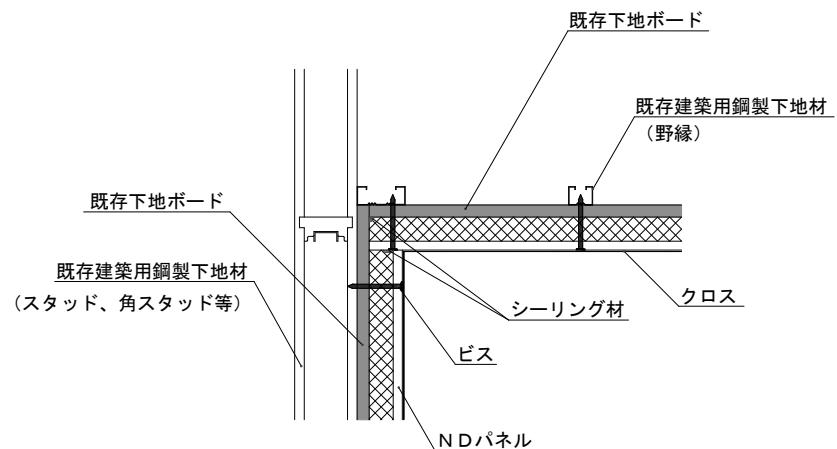

図8 壁一天井の入隅部納まり図（例）
② 入隅納まり図（例）[壁一天井]
- ・図8のように、天井については建築用鋼製下地材である野縁等にビス固定をしてください。